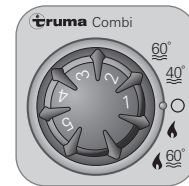

Figura 11
Unità di comando analogica (n° art. 36010-01 – Figura 11) per Combi D6 (E) CP plus ready.